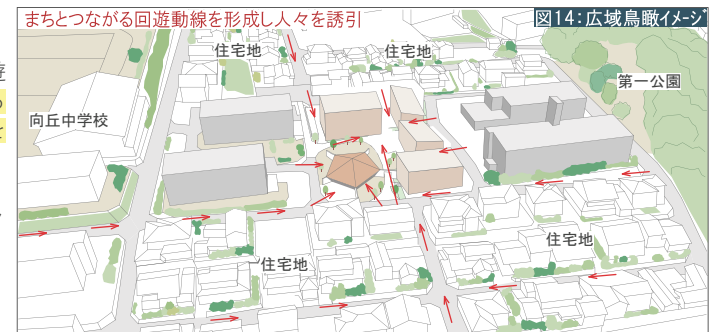

図14：広域鳥瞰イメージ
- 集会所を中心とした回遊性は周辺地域にも繋がる回遊動線となって人々を誘引します。集会所は団地のメインゲートであるとともに近隣の人々が集える地域コミュニティの拠点としても機能します。(図14,F)